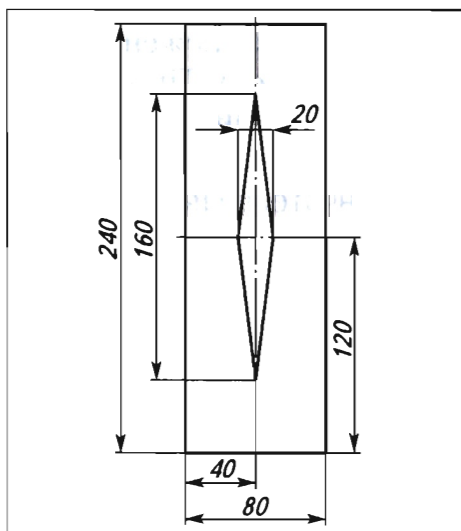

Рис. 51. Чертеж сплошной вытачки
2. Точно выполните операции по обработке сплошной вытачки на образце, изготовленном по чертежу (рис. 51).